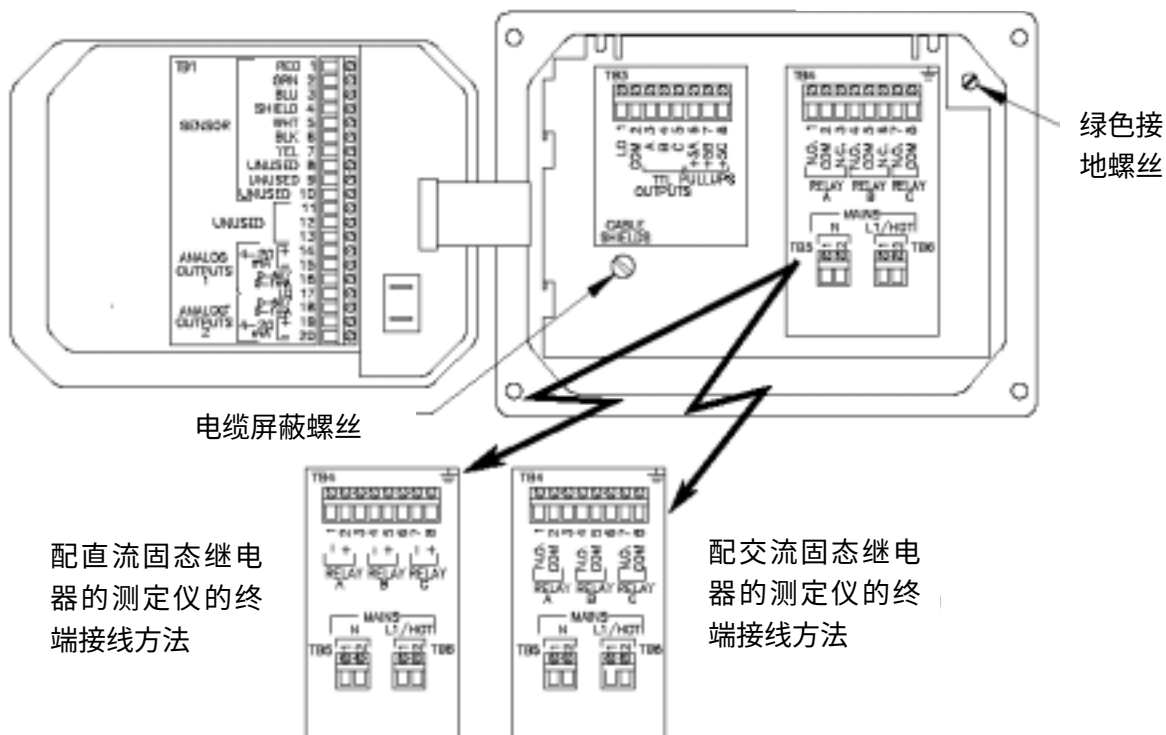

图 2-3 测定仪接线端子分配图
要看到电气连接用的接线端子，需要打开左边铰接的外壳门，并拧下四个紧固螺丝。图 2-3 显示了接线端子的排列和各端子的用途分配情形（在门的背面和测定仪外壳的底部）。
参考图 2-3 来连接 D.O.传感器：
**接线提示：**请采用高质量的、带屏蔽的仪器用电缆来连接模拟输出。为了尽量避免电磁噪声的干扰，请按照图 2-3 中所示的“电缆屏蔽螺丝”进行电缆屏蔽的连接。
**接线提示：**请采用高质量的、带屏蔽的仪器用电缆来连接 TTL 输出。为了尽量避免电磁噪声的干扰，请按照图 2-3 中所示的“**电缆屏蔽螺丝**”进行电缆屏蔽的连接。
1. 将地线接到测定仪的绿色接地螺丝，它位于 TB4 的右侧（如图 2-3 所示）。